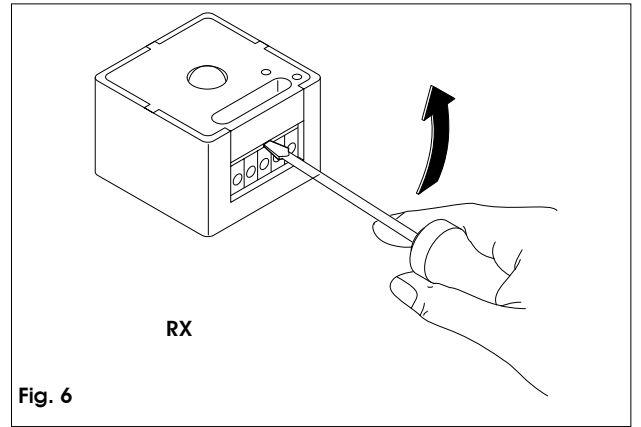

Fig. 6
- a) Facendo delicatamente leva con un cacciavite (fig.6) sollevare il coperchio del Ricevitore.
- a) Lift the cover of the Receiver by levering slightly with a screwdriver (fig.6).